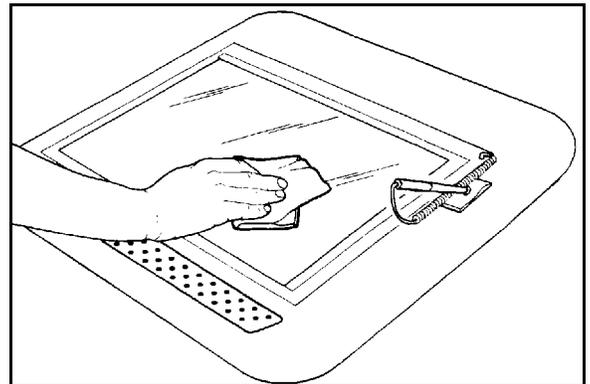

Abb. 6: Oberfläche der Plastikabdeckung reinigen
- 4 Die Oberfläche der Plastikabdeckung abwischen, bis sie sauber und trocken ist (s. Abb. 6).